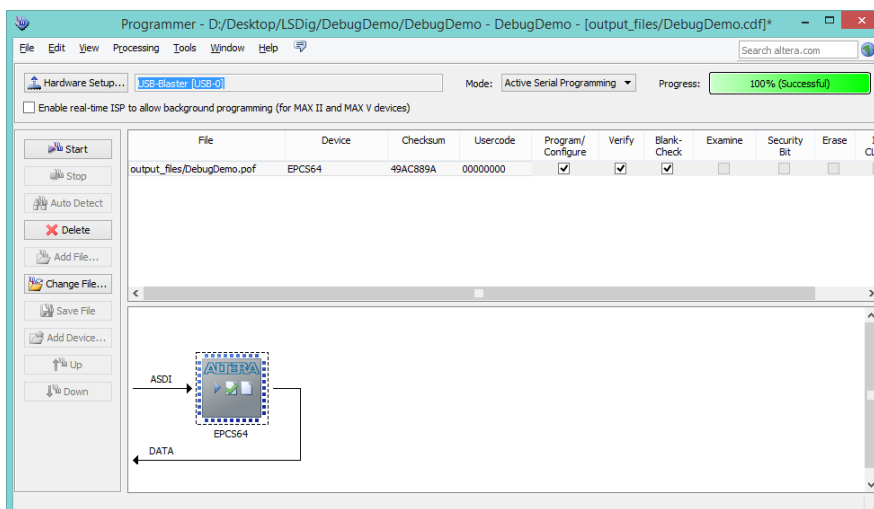

Figura 21 – Aplicação de programação após configuração da memória FLASH.
5. Uma vez concluída a programação da memória FLASH, a aplicação deve apresentar o aspeto da figura 21. De notar que o processo de programação é relativamente lento.